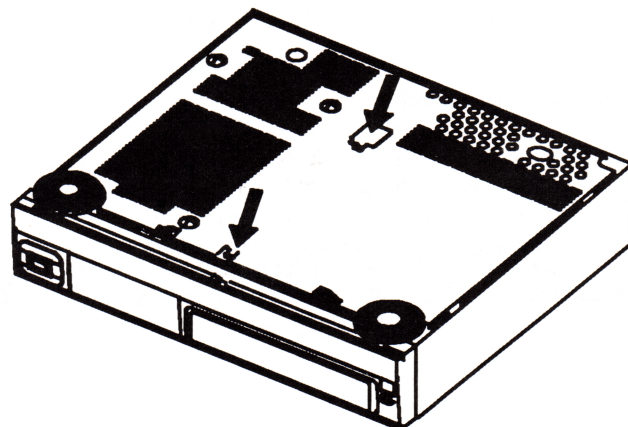

Fig. 2
- Door de beide klikhaakjes (zie afb. 2) te ontgrendelen kan de bodemplaat eraf worden gehaald.